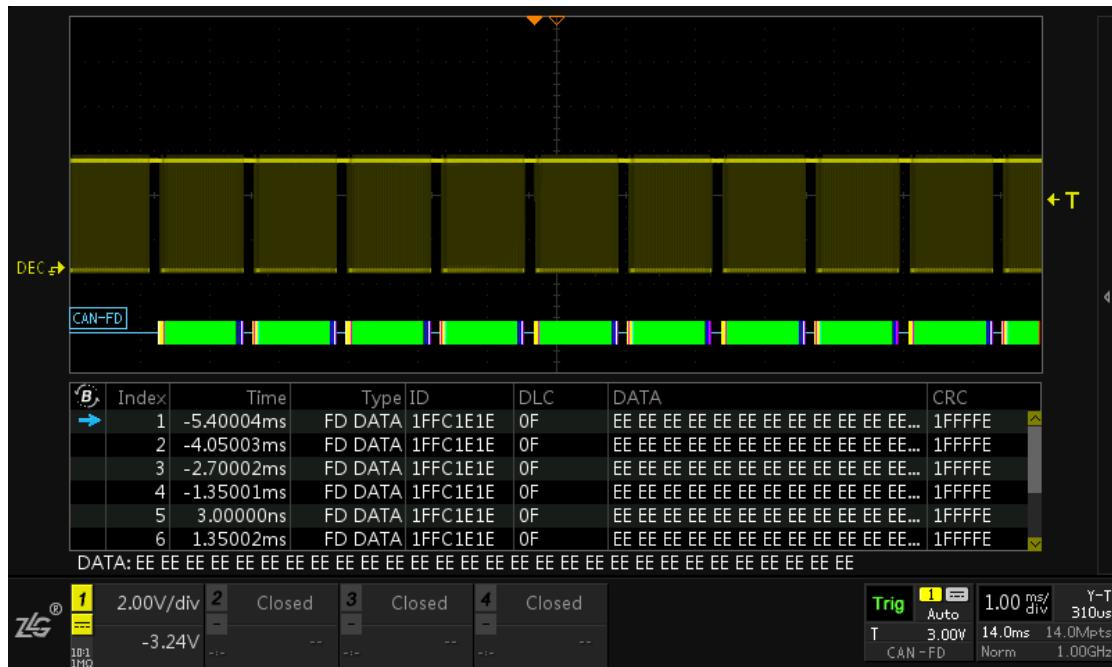

图 15.21 CAN-FD 解码效果
6、配置好协议参数后打开事件表即可查看所有的解码数据列表，如图 15.21 所示，旋转旋钮 B 可选中对应的数据帧，短按旋钮 B 可定位选中的数据帧对其进行分析。